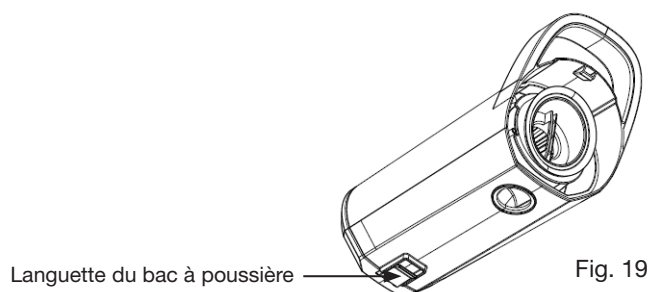

Fig. 19
4. Au-dessus d'une poubelle, poussez la languette située sur le bac à poussière (Fig. 19) pour l'ouvrir et vider son contenu.